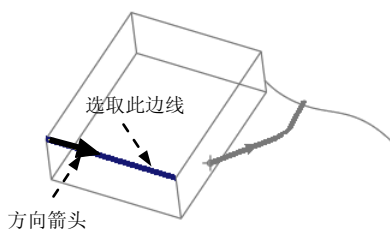

图 4.3.7 定义截面 X 轴方向
(1) 定义第一个截面上 X 轴的方向。在操控板中单击 **截面** 选项卡，在图 4.3.6a 所示的界面中，单击 **截面 X 轴方向** 文本框中的 **默认** 字符，然后选取图 4.3.7 所示的边线，接受图 4.3.7 所示的箭头方向。